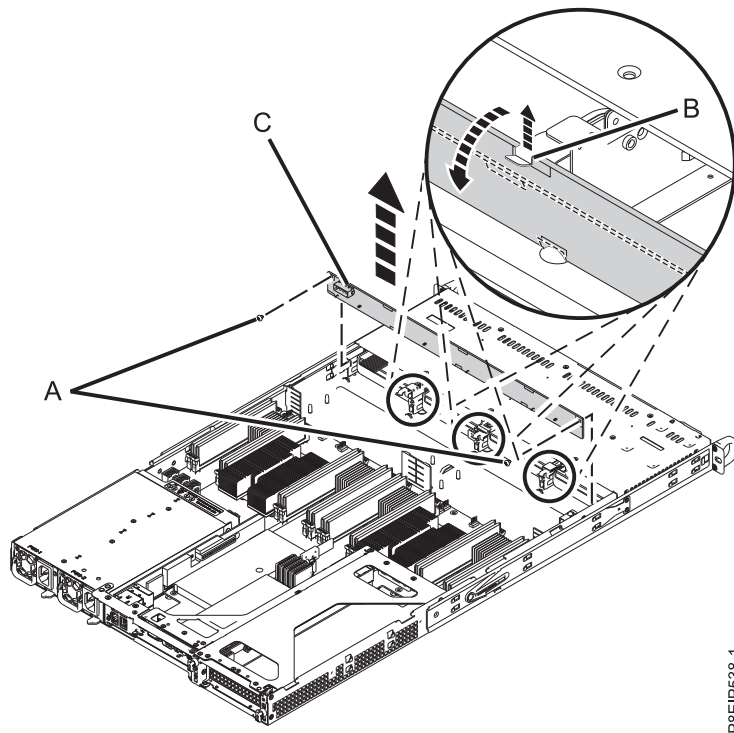

図 13. ディスク・ドライブ・バックプレーンとねじの取り外し
5. ディスク・ドライブ・バックプレーン を取り外します (17 ページの図 13 を参照)。